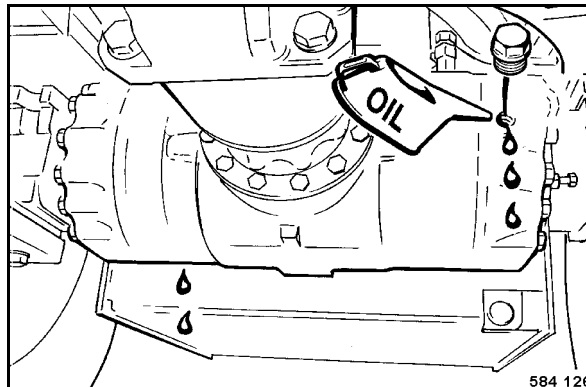

Fig. 174
- Remplir l'huile par les orifices de vérification jusqu'au bord inférieur des orifices (Fig. 174).